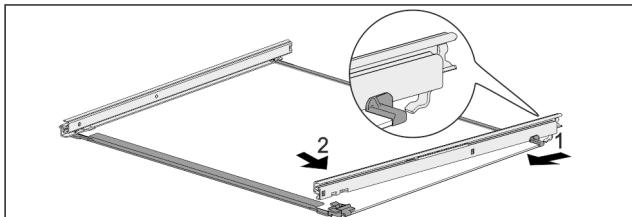

Fig. 121 Steklena plošča z vodili
- Vodilo obesite na kavelj na zadnji strani. Fig. 121 (1)
- Vodilo zaskočite na sprednji strani. Fig. 121 (2)